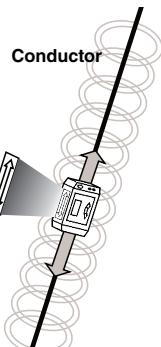

Figura 15 – Orientación con respecto al conductor, en la modalidad inductiva
1. Coloque el transmisor en posición correcta con respecto al conductor objetivo (vea la Figura 15). En la parte superior del transmisor hay una flecha. Coloque el transmisor en el suelo y haga el alineamiento de la flecha con el conductor objetivo.